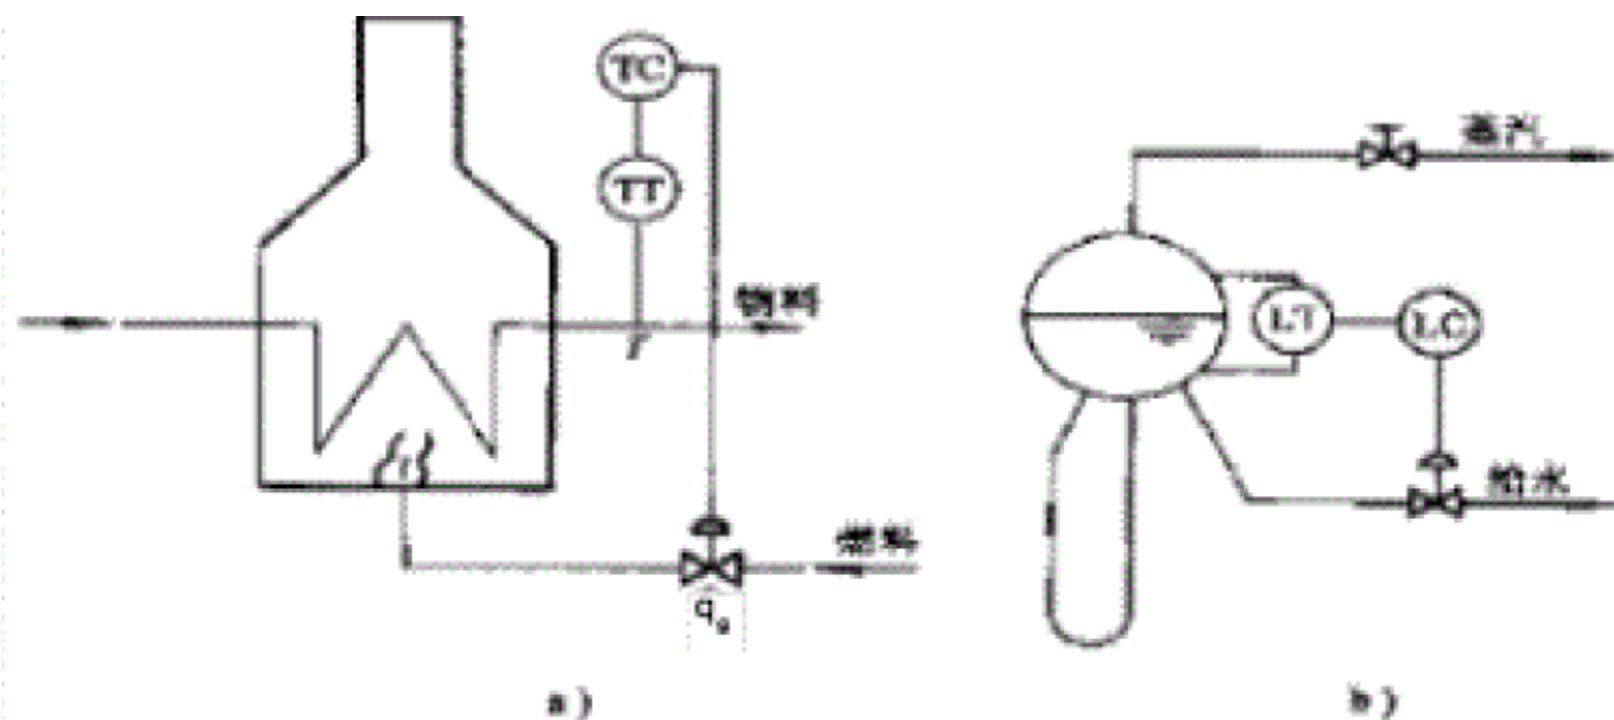

图 5-1 加热炉温度、锅炉汽包液位控制系统
(12) 试确定图 5-1 所示各系统的调节器正反作用方式。已知燃料调节阀为气开式，给水调节阀为气关式。